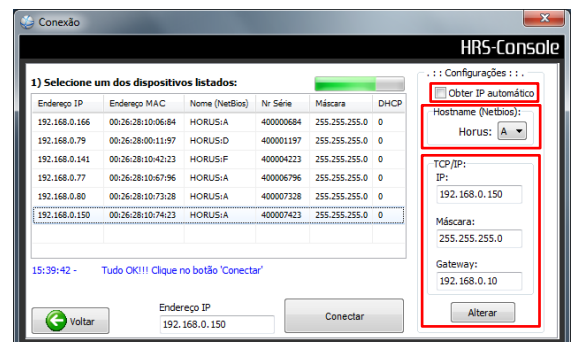

Figura 73 – Selecionar automação
- Selecione o Hostname desejado (item “3” da “Figura 73 – Selecionar automação”) e marque a opção “Obter IP automático” (item “2” da “Figura 73 – Selecionar automação”).
- O IP padrão da automação é 192.168.0.91, caso necessário alterar a configuração informe o novo IP (item “4” da “Figura 73 – Selecionar automação”) e clique em “Alterar”.